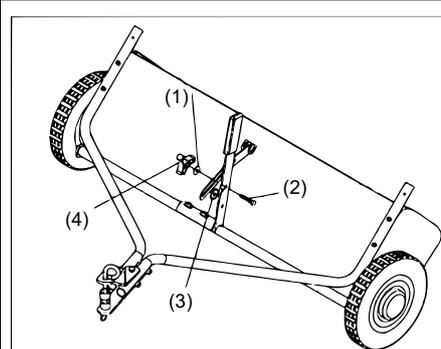

Figure 8
10. **fig. 8** : Positionnez le levier de réglage de hauteur de sorte à ce que la rondelle dentée extérieure puisse s'insérer entre la poignée et la courroie de réglage de hauteur. Serrez ensuite l'écrou qui maintient la poignée de réglage de la hauteur.